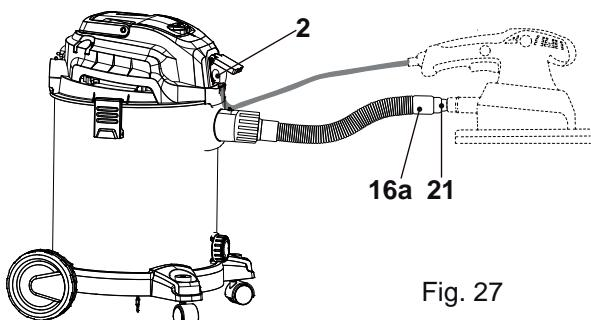

Fig. 27
ativação de ferramenta automática para um ambiente de trabalho limpo. Para a operação da tomada synchro, conecte o adaptador da mangueira da ferramenta elétrica (21) ao manípulo da mangueira (16a) com outra ferramenta elétrica (Fig. 27).